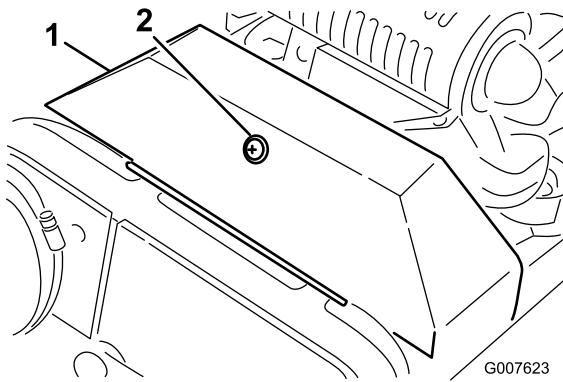

Figura 33
2. Afloje el retenedor que sujeta la cubierta de las correas en V y abra la cubierta (Figura 33).
2. Afloje el retenedor que sujetá la cubierta de las correas en V y abra la cubierta (Figura 33).